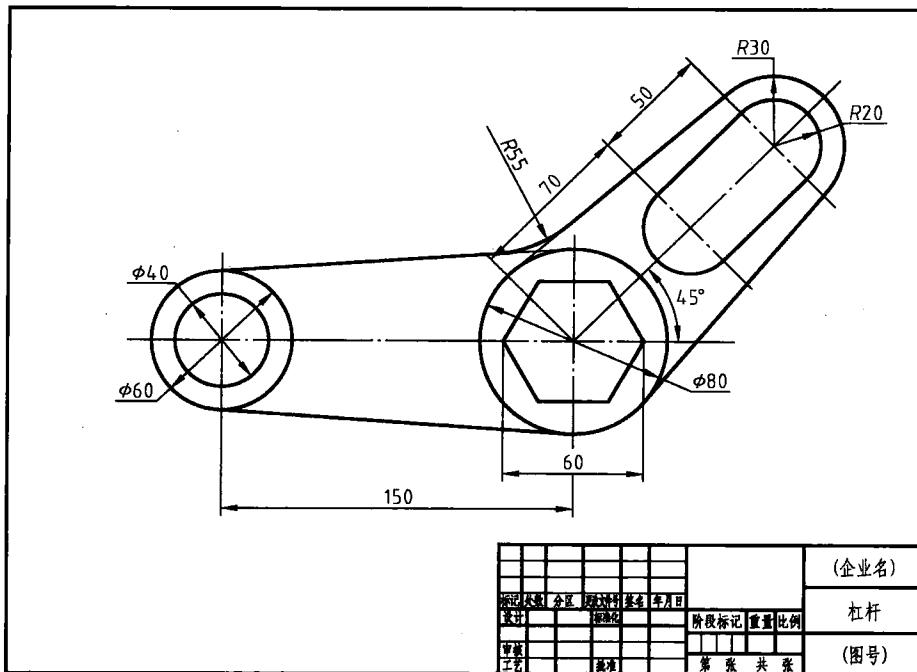

图 1-13 平面图 (六)
2) 以 A3 图幅为样板绘制下列零件平面图, 如图 1-13 所示。